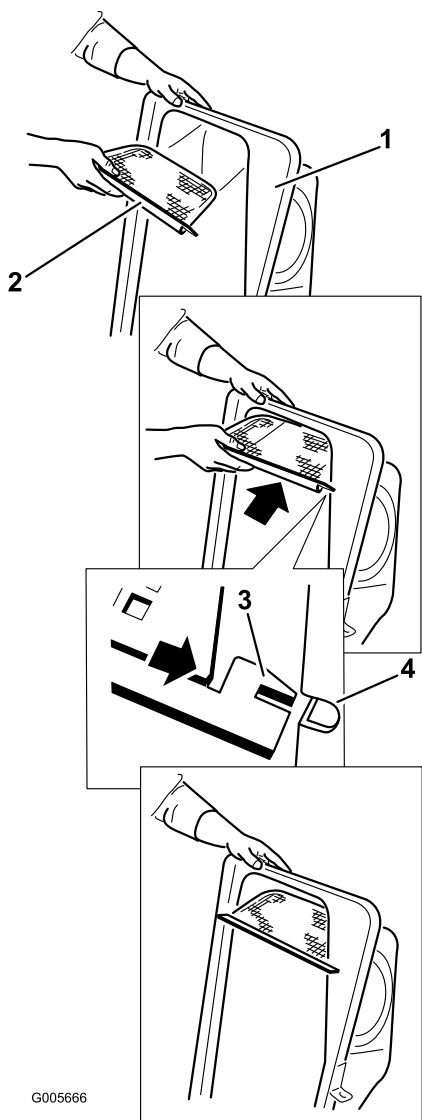

図 14
2. 図 14のようにスクリーンを、集草バッグ側へ傾斜するように取り付ける。